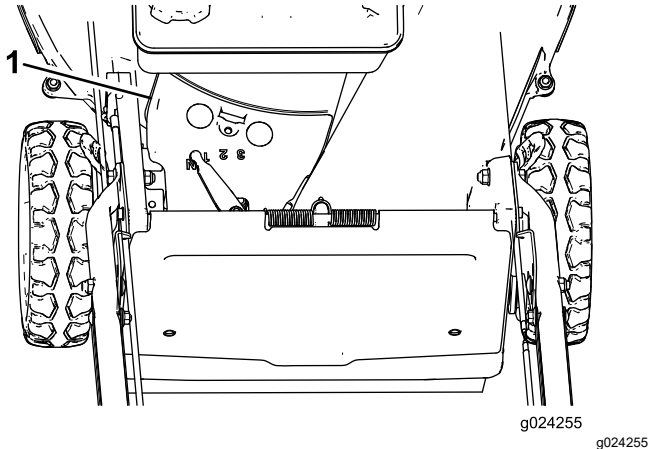

Figura 37
3. Retire a cobertura (Figura 37) da estrutura.